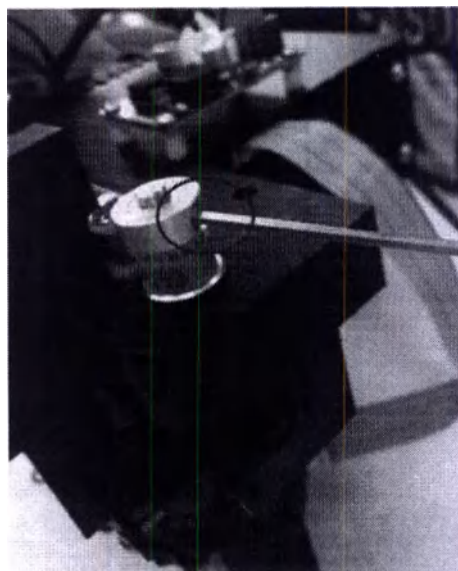

Рисунок 133.
(2) После установки ремня четыре шестерни должны быть отрегулированы в соответствующее положение, чтобы обеспечить плавное прохождение кювет через канал. Положение первых трех шестерен № 1, № 2, № 3 должно быть одинаковым (90 градусов), в то время как последняя шестерня № 4 должна быть немного больше 45 градусов (как изображено на рисунке 132). Если положение этих четырех шестерен неправильное, мы должны использовать шестигранную отвертку, чтобы ослабить винт в круге на Рисунок 133 и отрегулировать шестерню в правильном положении.